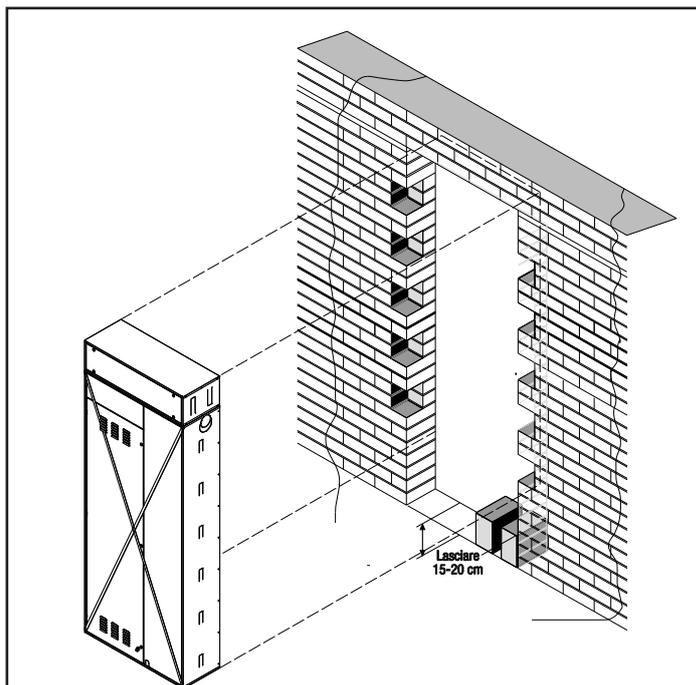

fig. 9
⚠ Prevedere un massetto di sostegno sotto la zona del box che corrisponde al punto di appoggio del bollitore (fig. 9)
**IMPORTANTE:** durante tutte le operazioni di muratura assicurarsi che non venga rimossa la "X" metallica (fig. 9),